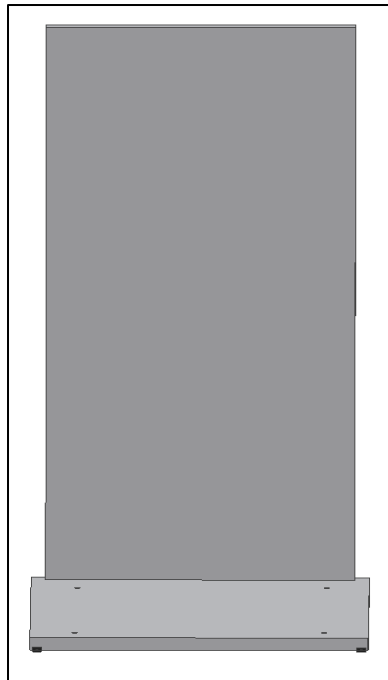

Fig. 3
- Encajar **el panel de la espalda** sobre el panel del fondo y apretar (Fig.3).